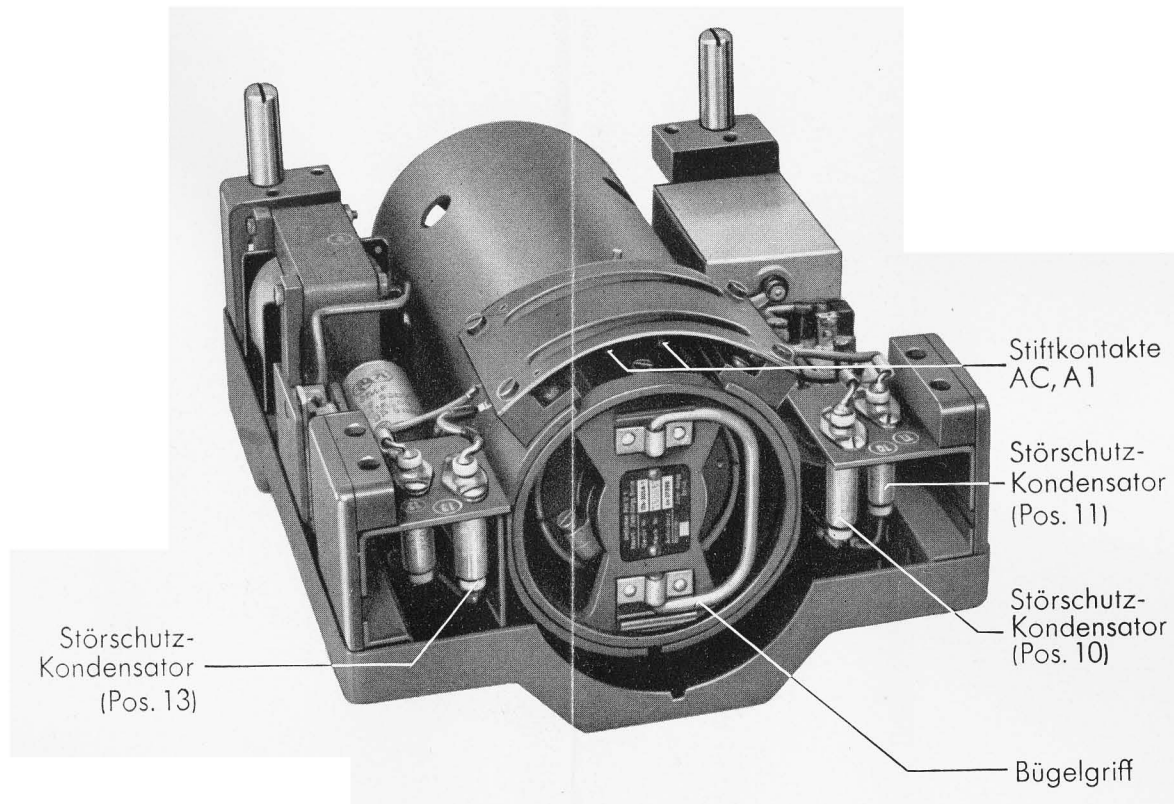

Abb. 5: Umformer, Vorderansicht
7. Der Umformer ist als zylindrischer Einsatzkörper ausgebildet und mit Bajonettverschluß in eine Leichtmetallhülse eingesetzt, aus der er durch kurze Drehung eines Bügelgriffs herausgehoben werden kann (s. Abb. 5). Um die Wirkung der während der Fahrt auftretenden Stöße der Funkpeil-
- Abb. 5: Umformer, Vorderansicht**